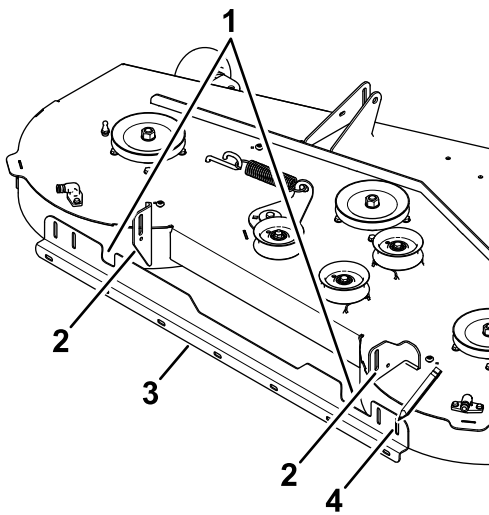

Figure 4
- Sur les modèles de 152 cm (60 po), utilisez les fentes extérieures du support comme points de référence quand vous percez le trou (Figure 4).